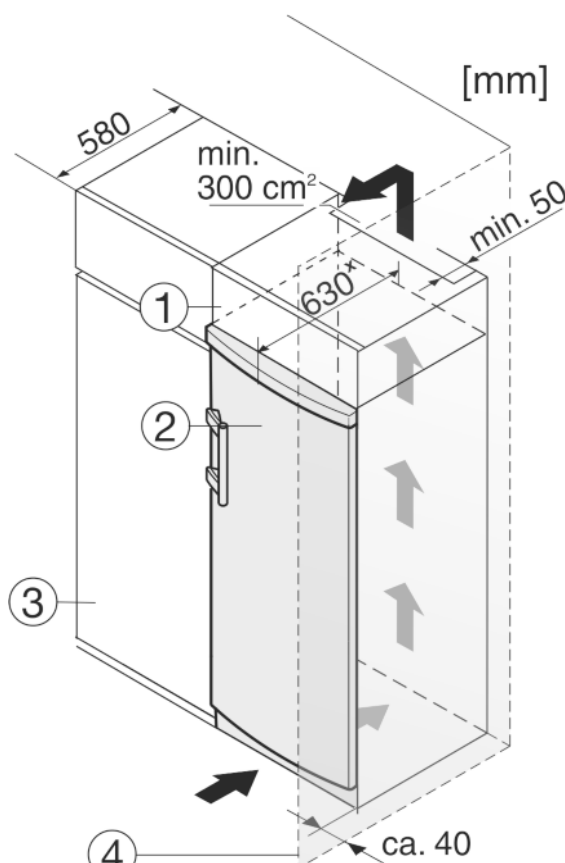

Fig. 10
- (1) Overskab
- (2) Skab
- (3) Køkkenskab
- (4) Væg
Skabet kan indbygges i køkkenskabe. For at tilpasse skabet *Fig. 10 (2)* til køkkenelementerne kan der anbringes et overskab *Fig. 10 (1)* over skabet.
Ved placering i køkkenskabe (dybde maks. 580 mm) kan skabet opstilles direkte ved siden af køkkenskabet *Fig. 10 (3)*. I siden rager skabet 34 mm * frem og i midten 50 mm * frem i forhold til køkkenskabets front.
Hvis skabet opstilles med hængslerne ved siden af en væg *Fig. 10 (4)*, skal afstanden mellem skabet og væggen være mindst 40 mm. Dette svarer til det, grebet rager frem, når døren er åben.